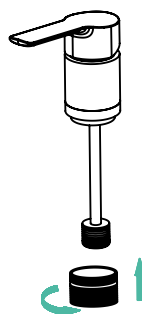

Рис. 4
4. Соедините корпус смесителя с монтажной гайкой (рис. 4).